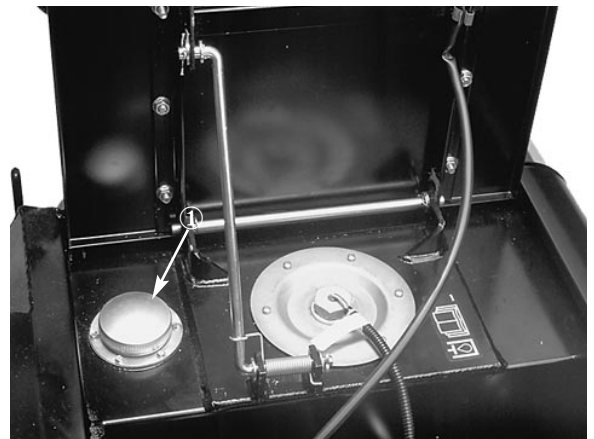

Bild 17
- Den Sitz anheben und in aufrechter Stellung mit der Sitzständer absichern (Bild 17).